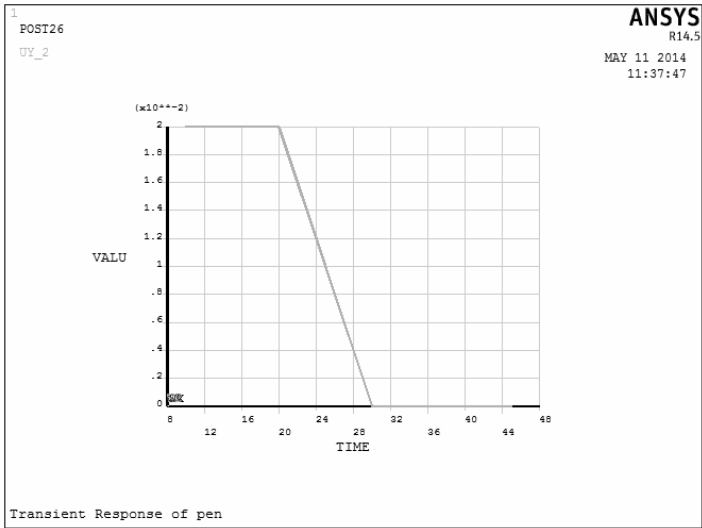

图 7-259 节点的位移时间曲线
4) 在“Variable List”列表中选择要显示的变量 UY_2，单击  按钮，即可在图形区显示位移与时间的变化曲线，如图 7-259 所示。